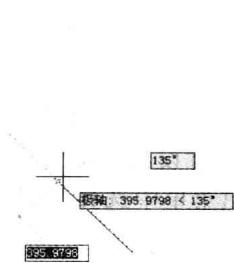

图 1-11 极轴追踪精确定位
- **极轴：**在用户绘图的过程中，系统将根据用户的设定，显示一条跟踪线（也称橡皮筋），在跟踪线上可以移动光标进行精确绘图。系统的默认极轴为 0°、90°、180°、270°，用户可以通过“草图设置”对话框中的“极轴追踪”选项卡，修改或增加极轴的角度或数量，也可以用鼠标右键单击该按钮后选择追踪角度。打开极轴追踪绘图时，当光标移到极轴附近时，系统将显示极轴，并显示光标当前的方位，如图 1-11 所示。触发该开关，在命令行上会显示“<极轴 开>”或“<极轴 关>”的提示信息。